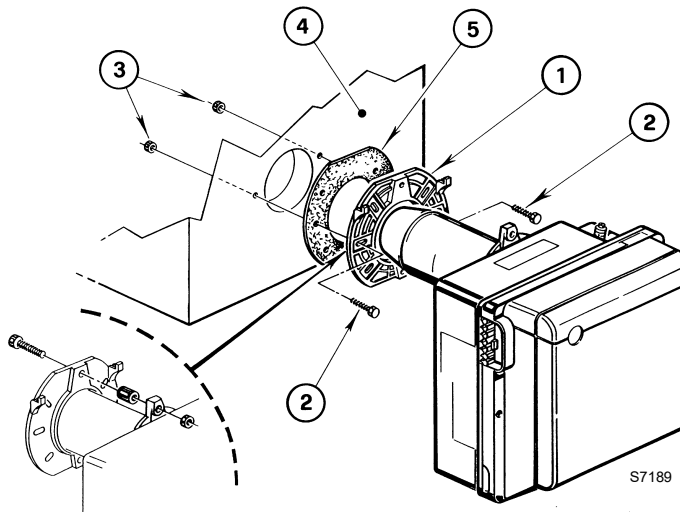

Fig. 4
- Inserire sulla flangia (1) la vite e i due dadi, (vedi Fig. 4).
- Allargare, se necessario, i fori dello schermo isolante (5).
- Fissare alla portina del generatore (4) la flangia (1) mediante le viti (2) e (se necessario) i dadi (3) **interponendo lo schermo isolante (5)**, (vedi Fig. 4).